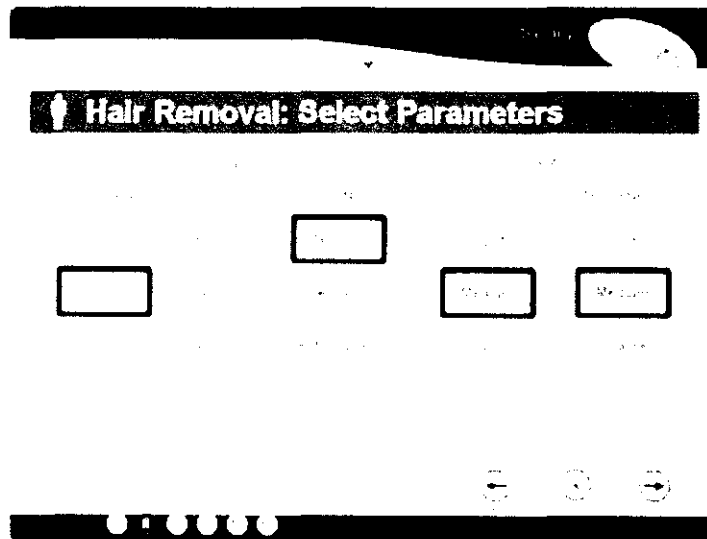

Figura 3-10: Ejemplo de pantalla de selección de parámetros para eliminación de vello
16. Elija los parámetros en la pantalla de selección de parámetros. Cuando haya terminado, seleccione el botón de flecha derecha para continuar. En la **Figura 3-10** se muestra un ejemplo de la pantalla de selección de parámetros. En la **Tabla 3-5** se indican los parámetros que configurar para cada aplicación.